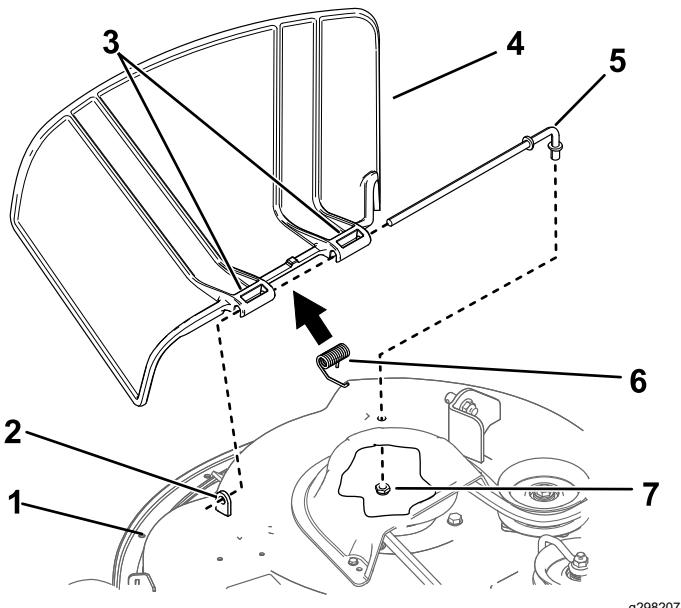

Figure 67
- Retirez l'écrou ($\frac{3}{8}$ po) de la tige, sous le tablier de coupe (Figure 67).
- Sortez la tige de la courte cheville de positionnement, du ressort et du déflecteur d'herbe (Figure 67).
- Montez le nouveau déflecteur d'herbe (Figure 67).
- Insérez la tige dans le second pivot du déflecteur d'herbe (Figure 67).
- Fixez l'extrémité arrière de la tige dans le tablier de coupe à l'aide d'un écrou ($\frac{3}{8}$ po), comme montré à la Figure 67.